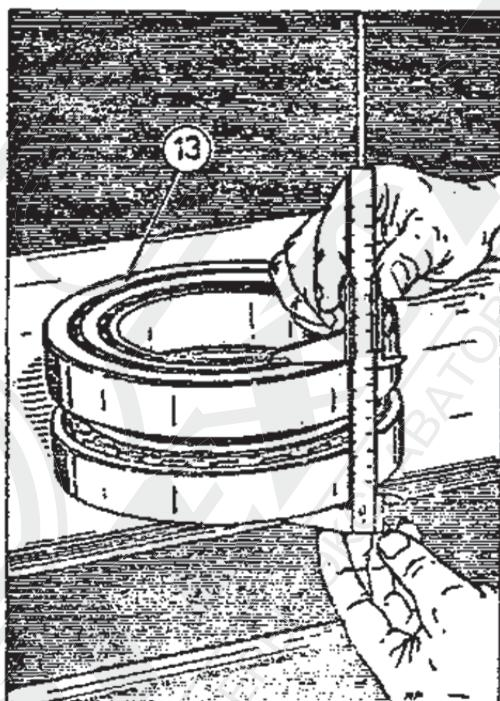

Рис. 3-2. Измерение расстояния кромок внешних колец конических роликоподшипников.
4. Распаковать конические роликоподшипники 30224 /поз.13/ и поставить на плите в рабочей системе /рис. 3-2/. Померить штангенциркулем расстояние кромки внешних колец установленных подшипников /рис. 3-2/. Размер обозначить "А".